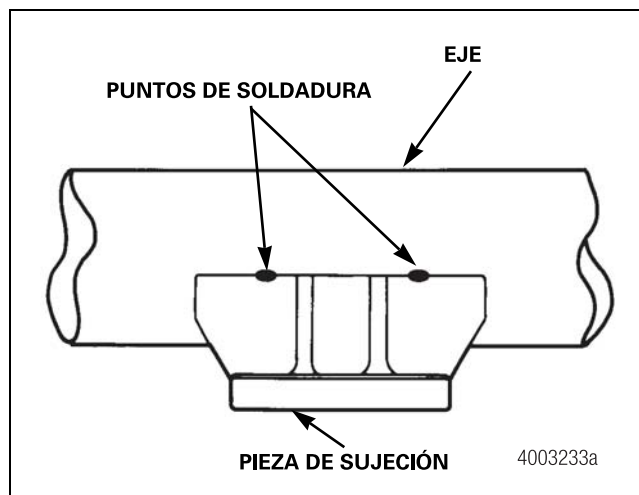

Figura 7.3
- Antes de realizar las soldaduras finales, se deben puntear con soldadura los componentes al eje, de conformidad con las recomendaciones del fabricante de los componentes. En caso de este modo se minimizan tanto la distorsión del eje como las tensiones residuales ocasionadas por las soldaduras finales. Una vez efectuada la soldadura por puntos, limpie cualquier escoria de soldadura; después una las soldaduras de punto para formar la soldadura final. Figura 7.3.